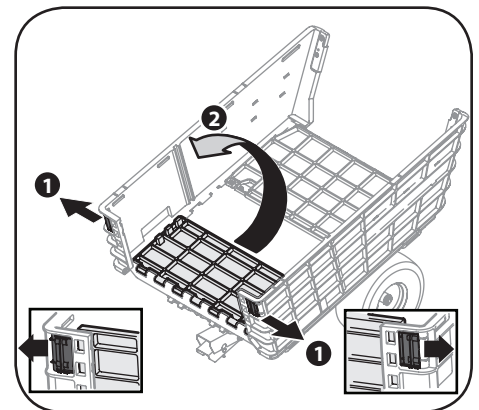

Figure 3-6
9. Relevez le panneau avant, puis tirez les loquets de verrouillage jusqu'à ce qu'ils s'enclenchent pour fixer le panneau avant entre les panneaux latéraux. Voir Figure 3-6.